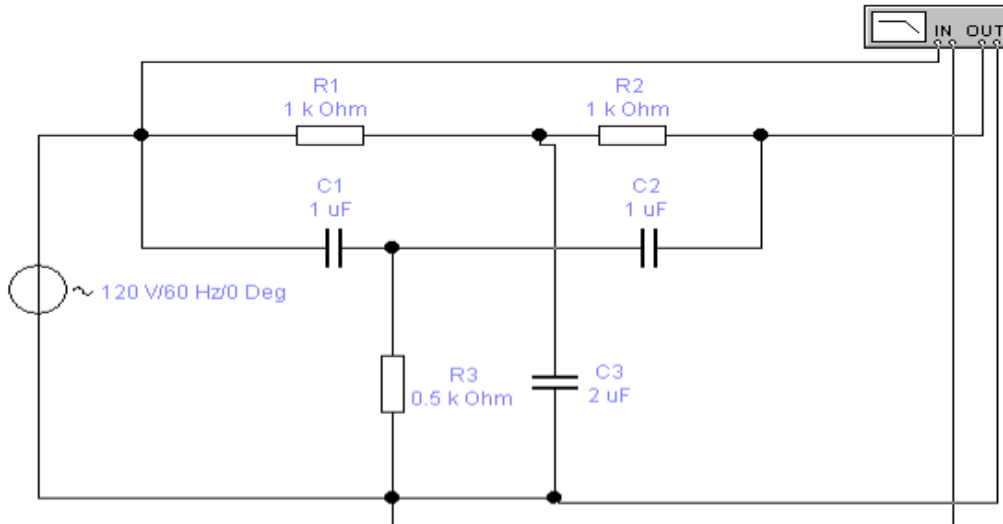

Рисунок 8.8 - Схема подвійного Т-образного моста
25. Скласти схему рис. 8.8 та підключити Боде плотер.